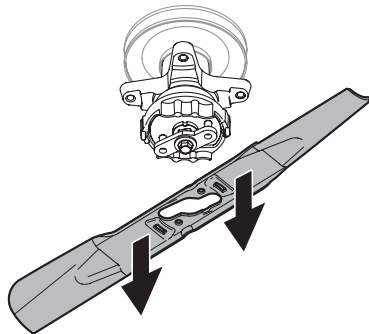

Figure 46
5. Lorsque le trou au centre de la lame s'aligne avec le support de retenue, tirez sur la lame. Voir Figure 46.